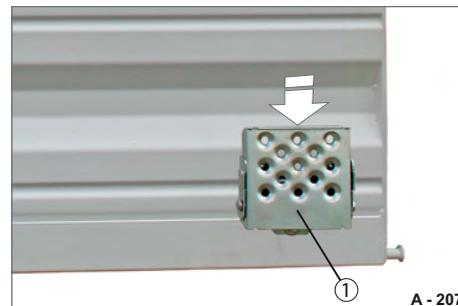

Abb. 218 Klappritt, zugeklappt
- ▶ Klappen Sie die Trittstufe (Abb. 218/1) nach oben und schieben Sie diese nach unten.